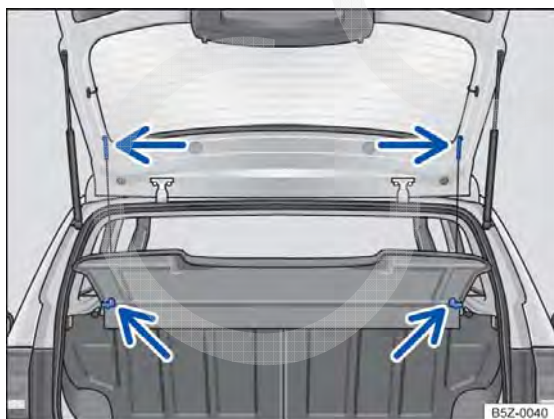

Fig. 79 No compartimento de bagagem: remover e instalar a cobertura do compartimento de bagagem.
- Desprender os cordões de retenção do suporte da tampa traseira → Fig. 79 (setas superiores).
- Retirar a cobertura do compartimento de bagagem por trás, para fora dos suportes laterais → Fig. 79 (setas inferiores).
- Empurrar a cobertura do compartimento de bagagem para a frente, introduzindo-a nos suportes laterais → Fig. 79 (setas inferiores).
- Encaixar os cordões de retenção na tampa traseira → Fig. 79 (setas superiores).